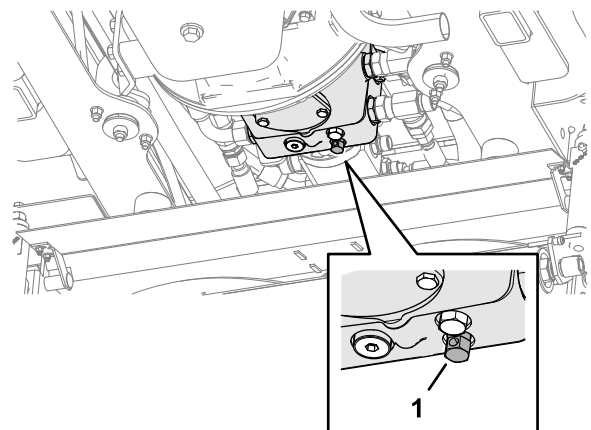

Bild 43
1. Lösen Sie die hydraulische Betriebsbremse, indem Sie das Sicherheitsventil, das unter der Getriebepumpe sitzt, um maximal drei Umdrehungen nach links drehen (**Bild 43**).